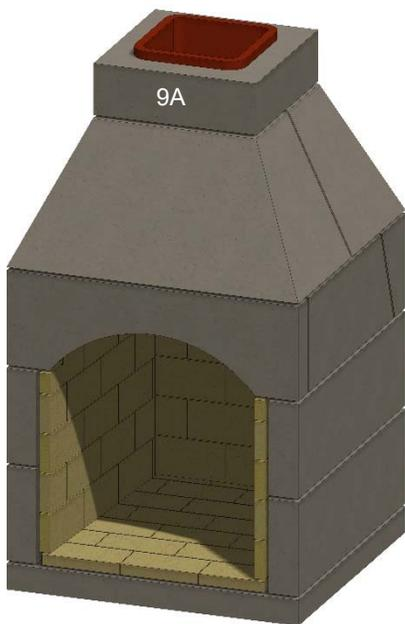

Figure 20. Conduit de cheminée
M. Installez la première section de cheminée en maçonnerie Stone Age (9A), avec la tuile s'étendant vers le haut. Remplissez le vide sur le fond avec du mortier pour créer une transition lisse. Voir la Figure 20.